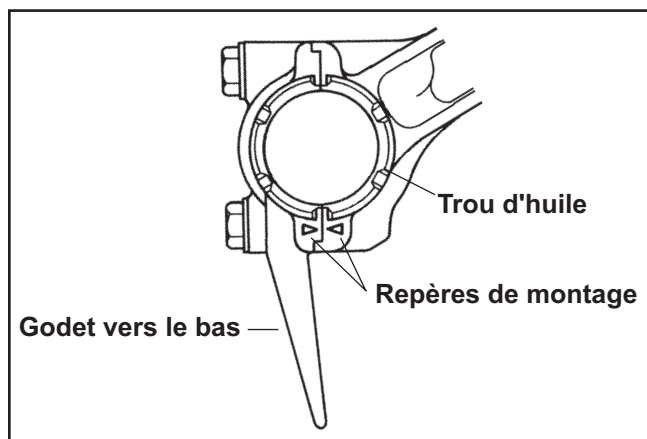

Figure 11-11. Détails de bielle.
- b. Le décalage de la bielle est en bas et le trou d'huile se trouve dans la position 3h00. Les repères de montage devraient être alignés comme indiqué avec le godet vers le bas. Voir la figure 11-11.